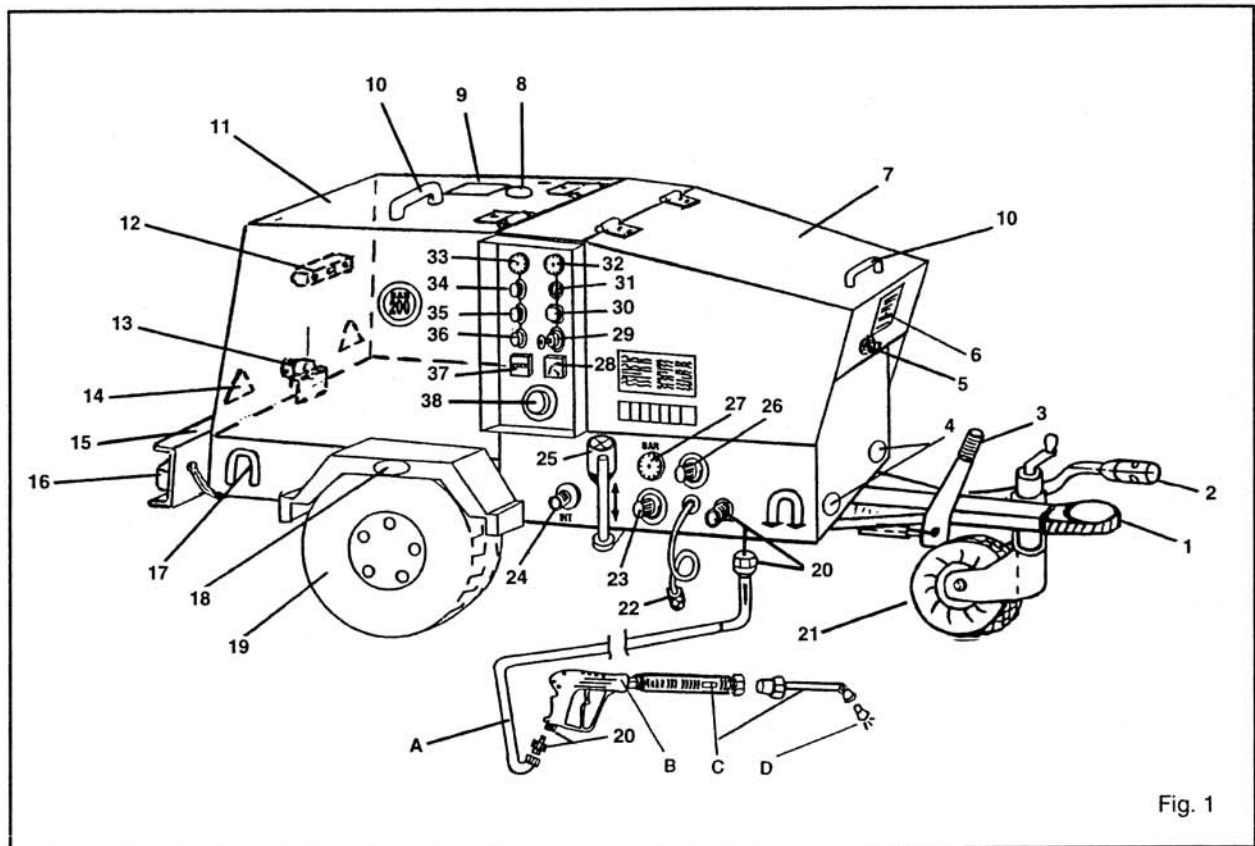

Fig. 1
1.8.3 Pistola rociadora del agua: éste dispositivo (Fig. 1 - pos. B) es del tipo para ser usada por una persona, posee una empuñadura con una palanquita que se devuelve automáticamente en la posición "palanca cerrada"; y está provista también de un dispositivo, que si se pone en función, no permite la abertura accidental o no deseada de la pistola. Los dos dispositivos, no permiten: el primero que el agua salga, en el caso se perdiese el control de la lanza para pulverizar de parte del operador; el segundo, la abertura accidental de la lanza cuando la Hidrolimpiadora está encendida pero no activa, sino predispuesta al funcionamiento.